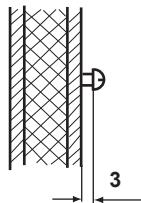

Abb. 3.2
2. In das obere mittlere Loch drehen Sie eine der Holzschauben. An dieser Schraube wird das Steuergerät eingehängt. Lassen Sie zu diesem Zweck die Schraube ca. 3 mm herausstehen (Abb. 3.2).